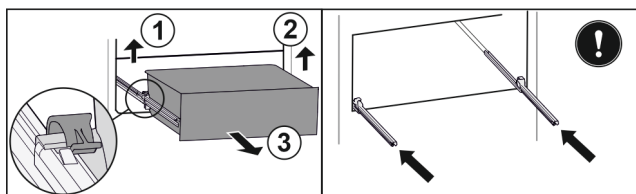

Fig. 187
- Sollevare il morsetto sinistro e allo stesso tempo tirare in avanti il cassetto sinistro. Fig. 187 (1)
- Sollevare il morsetto destro e allo stesso tempo tirare in avanti il cassetto destro. Fig. 187 (2)
- Rimuovere il cassetto tirandolo in avanti. Fig. 187 (3)